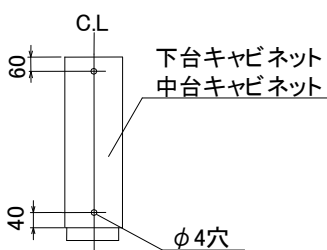

図12-4
③ ⑥の作業は不要です。
- ①下台キャビネットの引出を取りはずしてください。
- ②下台キャビネットの天板の所定位置に下穴(φ4穴)を加工してください。(図12-4)
- ③中台キャビネットの天板の所定位置に下穴(φ4穴)を加工してください。(図12-4)